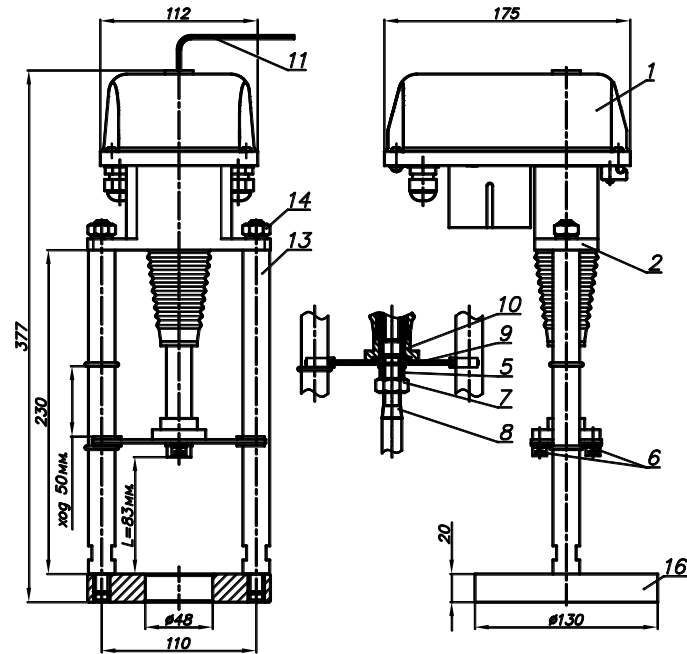

Рисунок 1 - ВЭП-138М
- электропривод (см. рис.1 – поз.1);
- винтовая передача (см. рис.1 – поз.2).
Электропривод (см. рис.1, рис.2) выполнен на базе шагового электродвигателя 3, питание и управление которым осуществляется от платы управления 4, обеспечивающей его работу в заданном режиме (см. таблицу 3), а также его отключение при нагрузке больше усилия отключения. ЭИМ имеет три режима работы: калибровки, слежения, ручной. Индикация работы осуществляется светодиодным индикатором 12. Постоянное свечение - работа, мигание - авария.